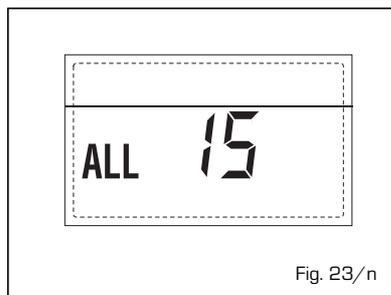

Fig. 23/n
**- INTERVENTO TERMOSTATO SICUREZZA PRIMA ZONA MISCELATA "ALL 20"** (fig. 23/p)